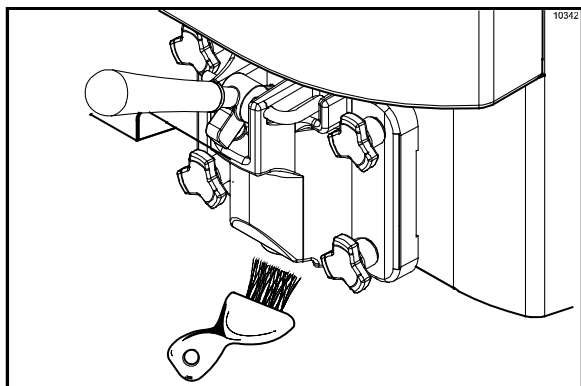

Рис. 172
**Примечание:** для полной санитарной обработки очистку каждого предмета производите в течение не менее 60 секунд, регулярно окуная щетку в раствор моющего средства. (См. рис. 172.)